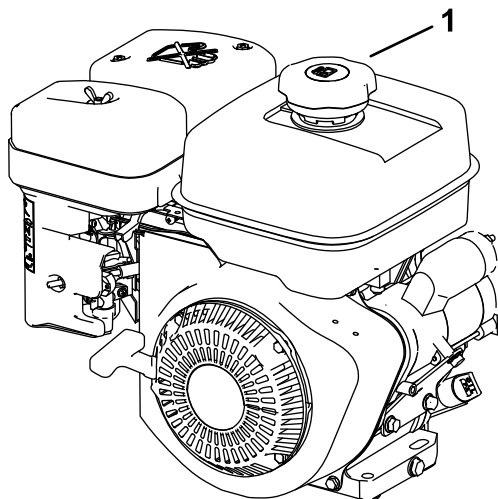

Figure 8
3. Nettoyez la surface autour du bouchon du réservoir et enlevez le bouchon (Figure 8).
4. Remplissez le réservoir de carburant jusqu'à 6 à 13 mm du haut du réservoir (Figure 8). **Ne faites pas monter le carburant dans le goulot de remplissage du réservoir.**